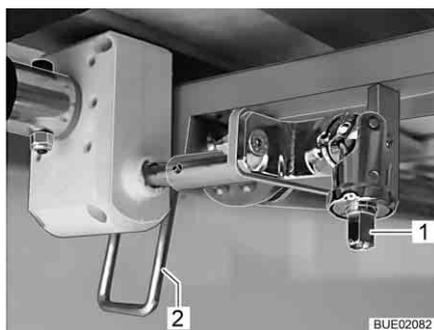

Bild 119 Höhenverstellung
- Kurbel auf Zapfen (Bild 119,1) stecken.
- Hebel (Bild 119,2) in senkrechte Stellung nach unten schwenken.
- Hebel (Bild 119,2) in waagrechte Stellung nach oben schwenken.